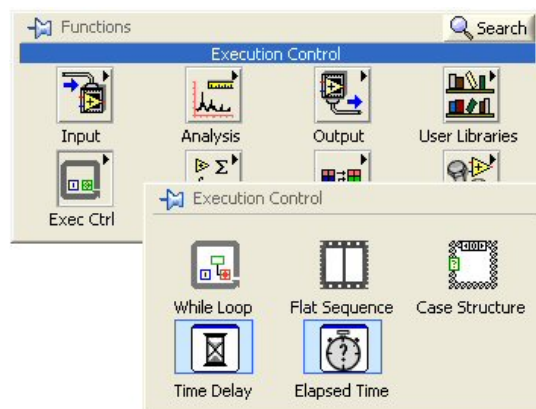

Figura 2.4: Painel de operações
5. Crie um loop while englobando os símbolos todos. Para isso seleccione o botão respectivo (figura 2.4, e arraste até o quadrado englobar todos os ícones